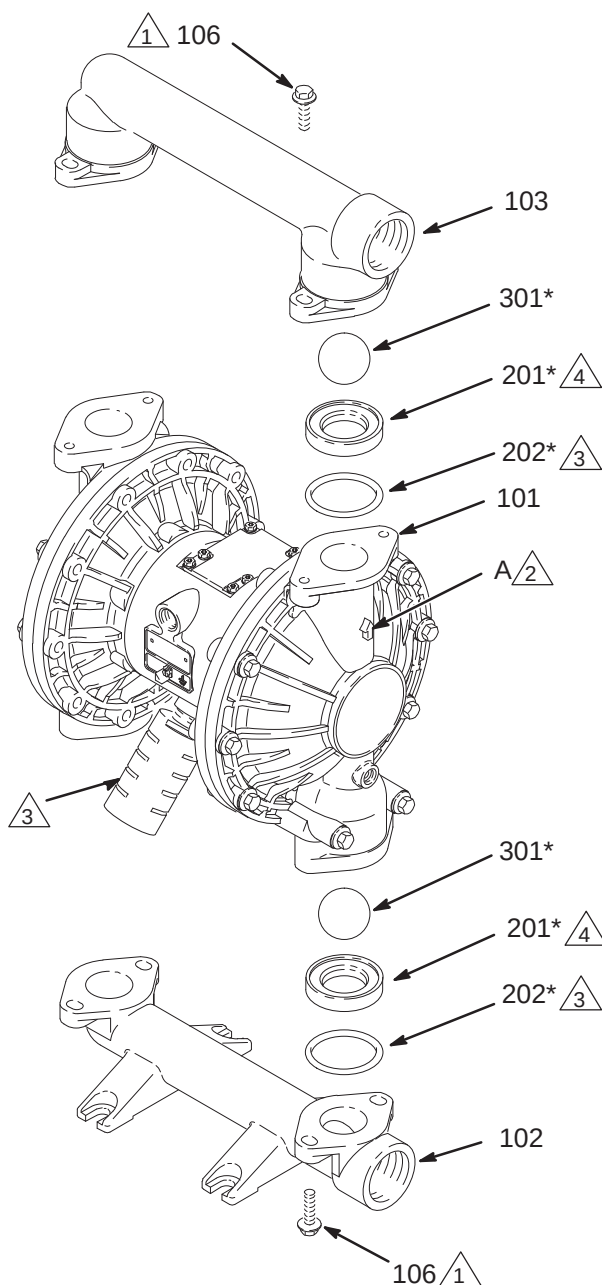

Рис. 10
3. С помощью торцевого ключа на 13 мм снимите четыре винта (106) крепления выпускного коллектора (103) к крышкам жидкостной секции (101). См. Рис. 10.
4. Извлеките уплотнительные кольца (202, не используются в некоторых моделях), седла (201) и шары (301) из коллектора.
5. Переверните насос и снимите впускной коллектор (102). Извлеките уплотнительные кольца (202, не используются в некоторых моделях), седла (201) и шарики (301) из крышек секции жидкости (101).
2. Соберите в обратном порядке, учитывая все примечания на Рис. 10. Убедитесь в том, что шаровые обратные клапаны собраны в точности, как показано на рисунках. Стрелки (A) на крышках (101) жидкостной секции должны указывать в направлении выпускного коллектора (103).